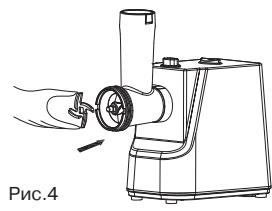

Рис.4
- Установите крестообразный нож (9) (рис. 4).